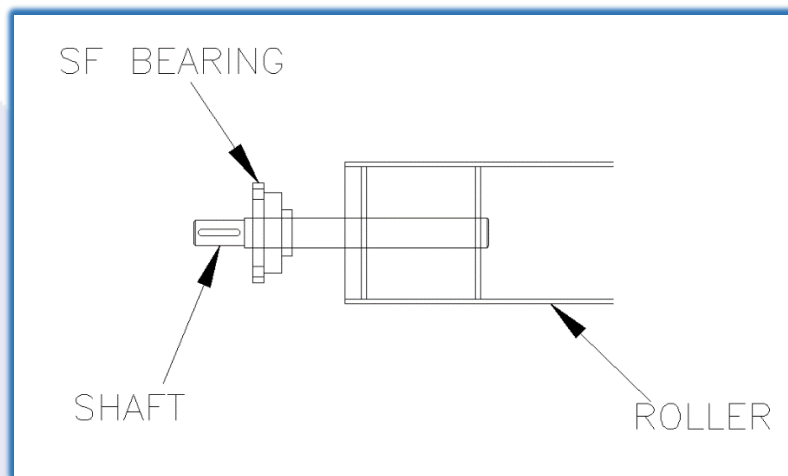

Fig. 003
- 5) Sett det tidligere tilsidesatte lageret på akselen i den ene enden av rullen (flensen vendt utover). **Se fig. 003.**